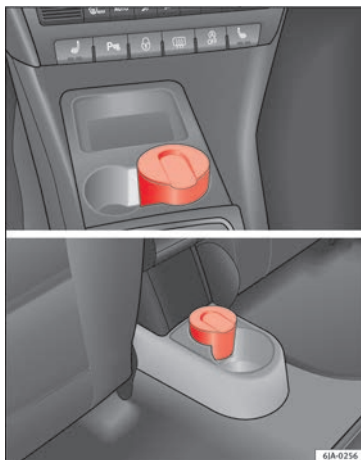

Abb. 155 Mittelkonsole: Aschenbecher vorne/ Aschenbecher hinten
- Nehmen Sie den Aschenbecher »» **Abb. 155** nach oben heraus.